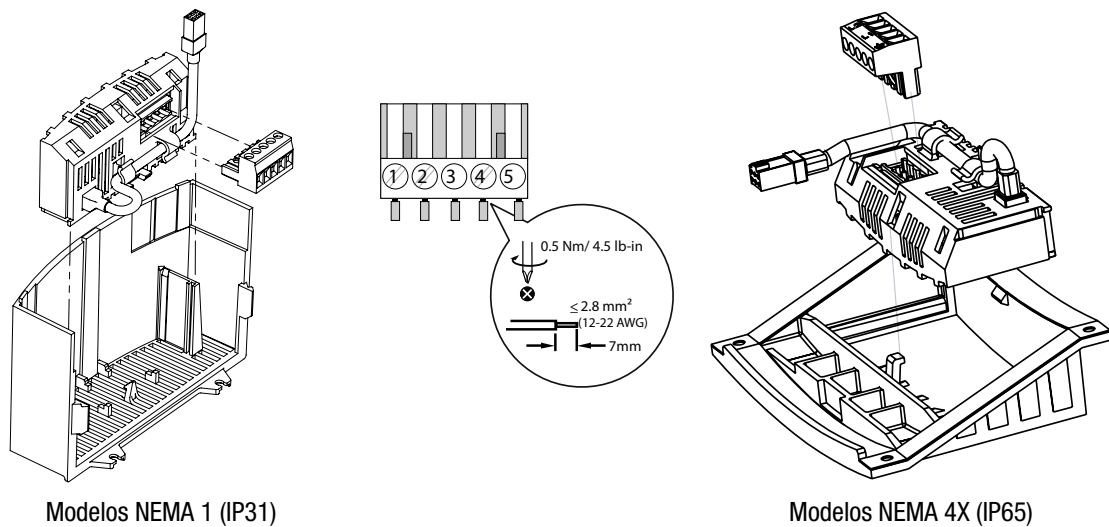

Figura 2: instalación del módulo de comunicaciones RS-485
2. Inserte el módulo de la opción RS-485/LECOM en la cubierta del terminal y presione hasta oír “click” en posición según lo ilustrado en la Figura 2.